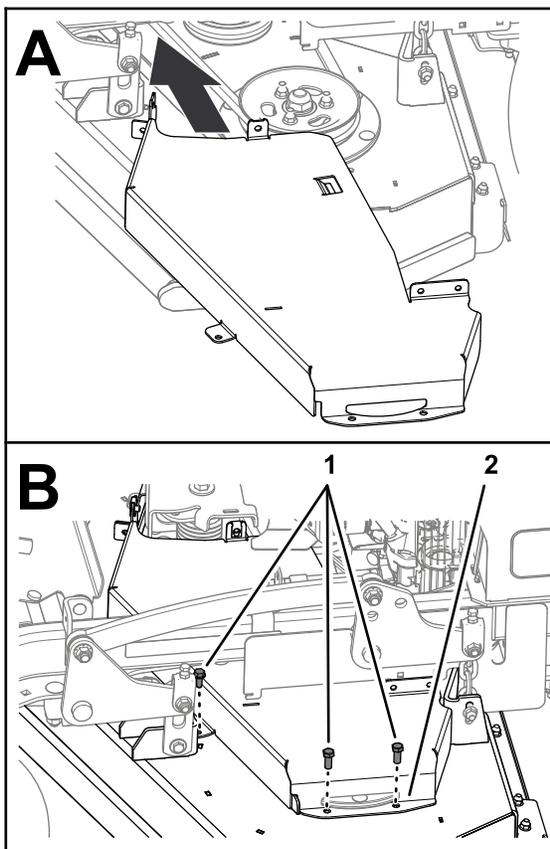

図 42
1. 左側ベルトカバーをデッキに取り付ける 図 42 左側ベルトカバーの取り外し \(ページ 26\) で取り外したボルト3本を使用する。